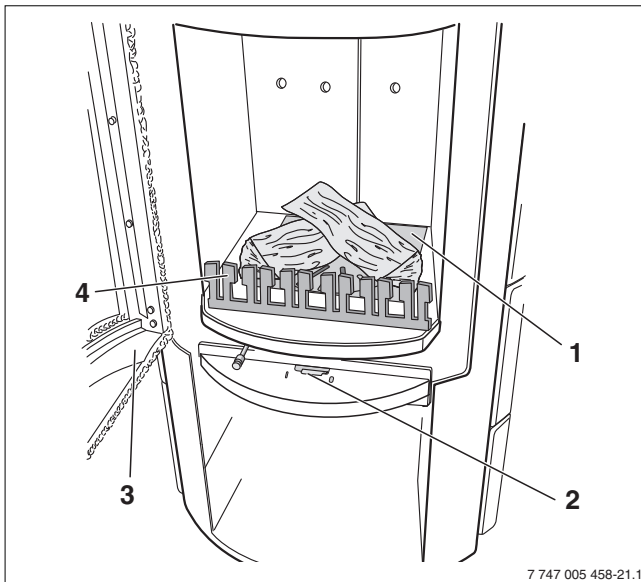

Bild 24 Feuerraum mit Holzsplittern
- ▶ Feuerraumtür (→ Bild 24,[3]) schließen und mit Bediengriff verriegeln.
- ▶ Feuerraumtür (→ Bild 24,[3]) geschlossen halten, bis Brennholz zur Glut heruntergebrannt ist.
- ▶ Feuerraumtür (→ Bild 24, [3]), Seite 13) öffnen.
- ▶ Gesamten Feuerraumboden (Rost) (→ Bild 24, [1], Seite 13) mit Brennstoff bedecken.
- ▶ Brennstoff nicht höher als Stehrost (→ Bild 24, [4], Seite 13) stapeln.
- ▶ Feuerraumtür (→ Bild 24, [3], Seite 13) schließen und mit Bediengriff verriegeln.